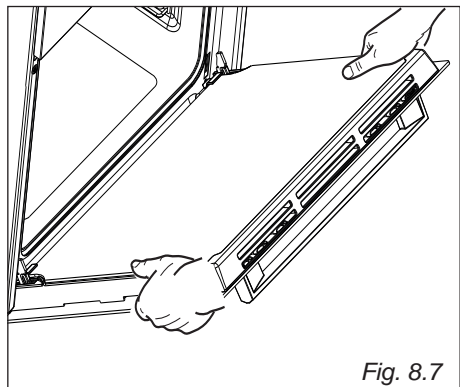

Fig. 8.7
- Impugnare la porta come illustrato in fig. 8.7.